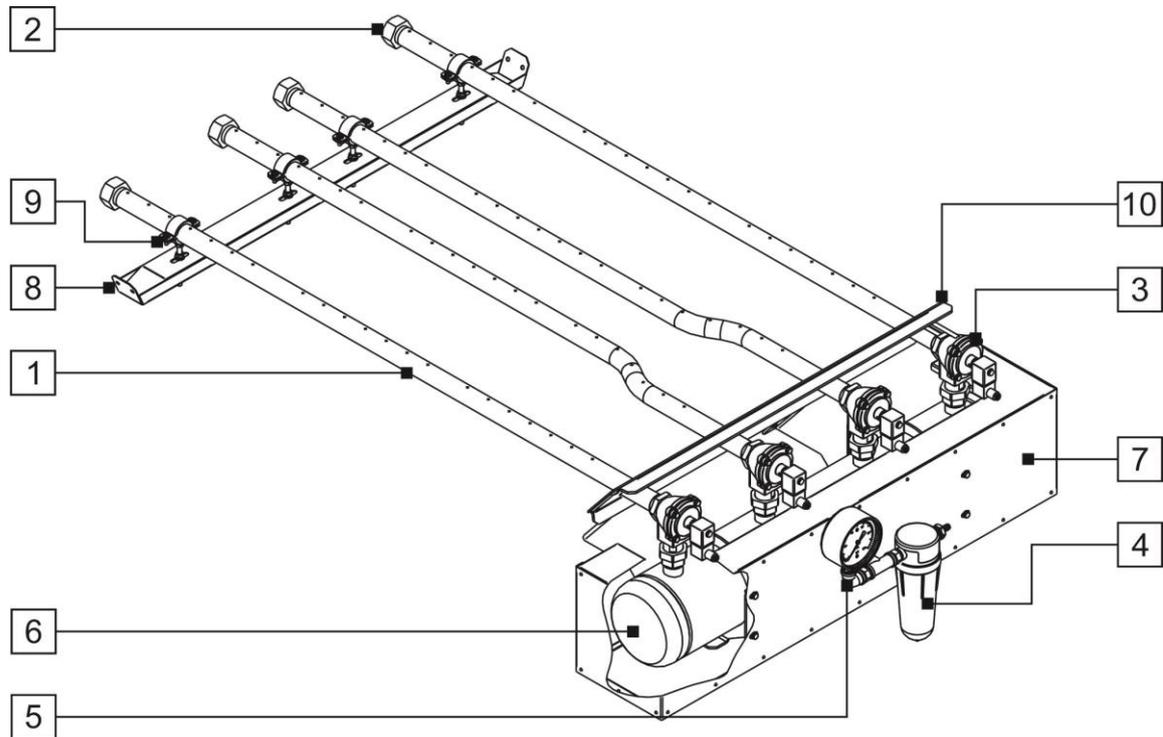

Рис. 16
1.4.14. СИСТЕМА РЕГЕНЕРАЦИИ СИТА УЗЛА РАССЕЙВАНИЯ служит для очистки поверхности сита от частиц продукта помола застрявших в ячейках. Система регенерации сита узла рассеивания (Рис. 16) состоит из перфорированных трубок (1) на концах которых установлены заглушки (2), мембранных (импульсных) электрических клапанов (3), фильтра-осушителя (4), манометра (5), ресивера (6), кожуха (7), монтажной рейки (8), хомутов (9), монтажной пластины (10).